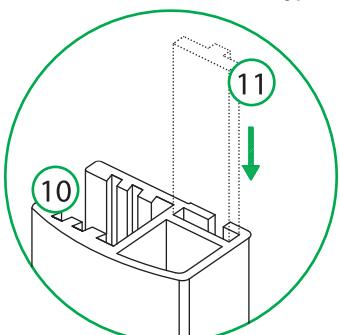

Рис. 10 / 10-сур.
6. Вставьте Т-образный уплотнитель в боковой алюминиевый профиль неподвижного стекла (рис. 10).